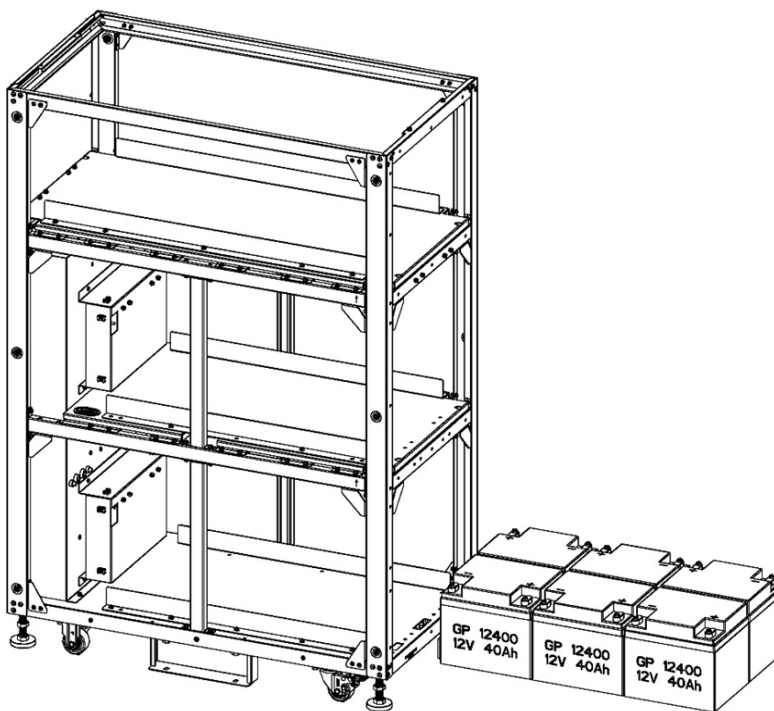

Figura 5-36B
4. Instale 6 módulos de baterías en la capa 1 (Figura 5-36B).